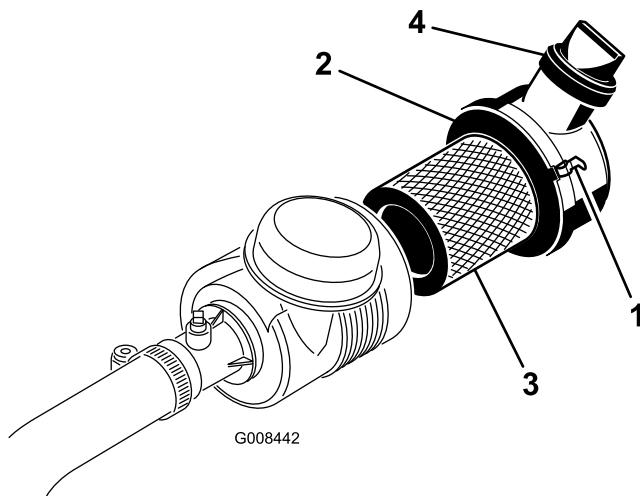

Figure 37
1. Desserrez les fixations qui maintiennent le couvercle sur le corps du filtre à air (Figure 37).
6. Reposez et verrouillez le couvercle (Figure 37).